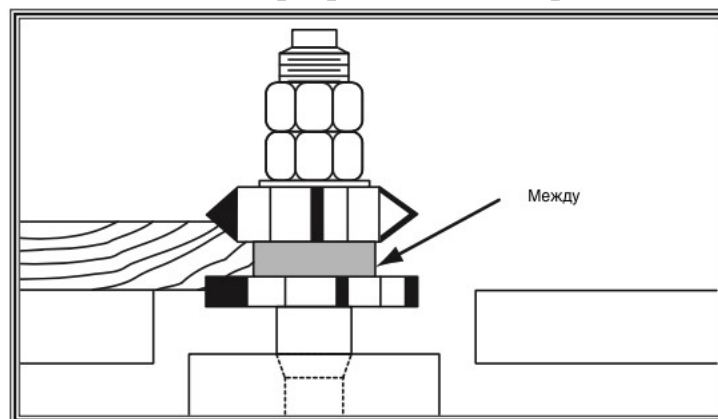

Рис. 17 Прокладка, установленная между двумя резцами
2. **МЕЖДУ ДВУМЯ РЕЗЦАМИ**, как показано на Рис. 17. Данная настройка позволяет сделать два разреза за один проход.